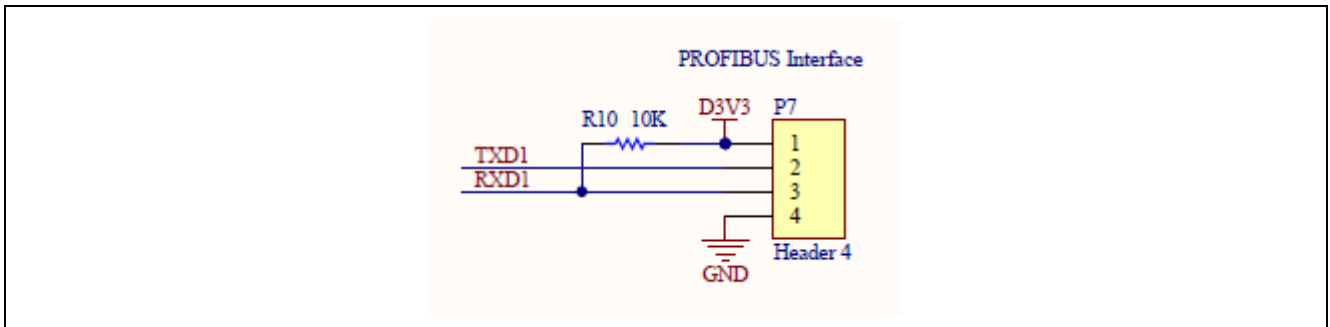

図 5.1 RZ/T1 ソリューションキットボードの UART 回路
RZ/T1 は、コントロールボード上のコネクタ P7 に接続された UART のデバッグメッセージを出力します。図 5.1 にコネクタ P7 の周辺回路を示します。コネクタ P7 には 3.3V の標準 CMOS/TTL レベルの受信信号と送信信号があります。PC に接続するには、適切な RS232 のレベルを得るための外付けトランシーバが必要です。一般的な UART トランシーバ IC（インターシル、マキシム、ST、リニアテクノロジー、Texas Instruments (TI) 等）用の評価ボードを使用されることをお勧めします。